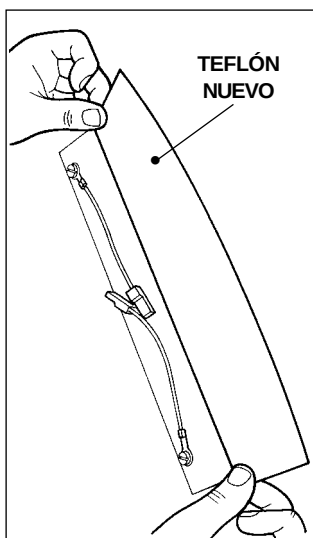
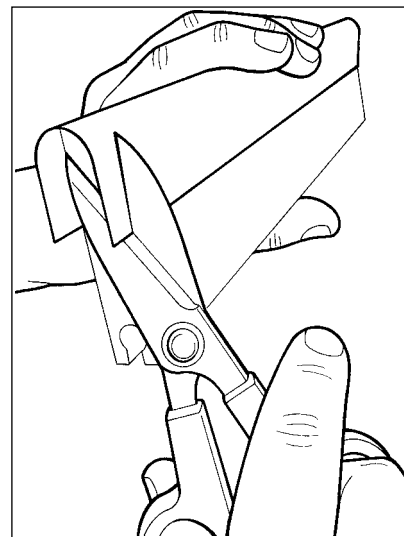

Fig. 4
Fig. 5
- 5) Colocar el capuchón de protección (C) en el agujero central de la manera ilustrada en (Fig. 4)
- 6) Con un paño suave embebido en una solución detergente y/o desinfectante, limpiar el fondo y las superficies laterales de la cámara de vacío (Fig. 5); una vez efectuada la limpieza, reinstalar la cámara ejecutando en orden y sentido inverso las precedentes operaciones.
- 4) aplicar la cinta nueva (Fig. 4) cortando la parte excedente de los dos extremos (Fig. 5);